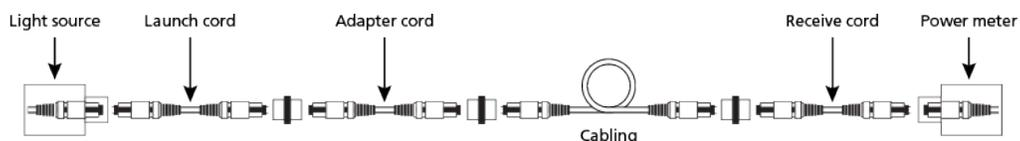

Figura 12. Mida la atenuación del cableado
6. Conecte el cable de lanzamiento, el cable adaptador, el medidor de potencia y el cable de recepción al cableado bajo comprobación (ver la figura 12).